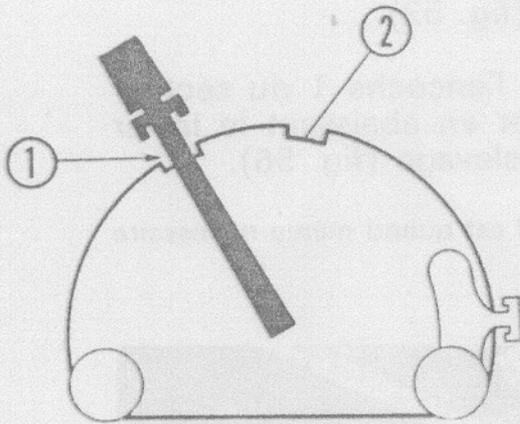

Fig. 54
- Ramener la manette de commande dans l'encoche (2) du secteur (voir fig. 54).